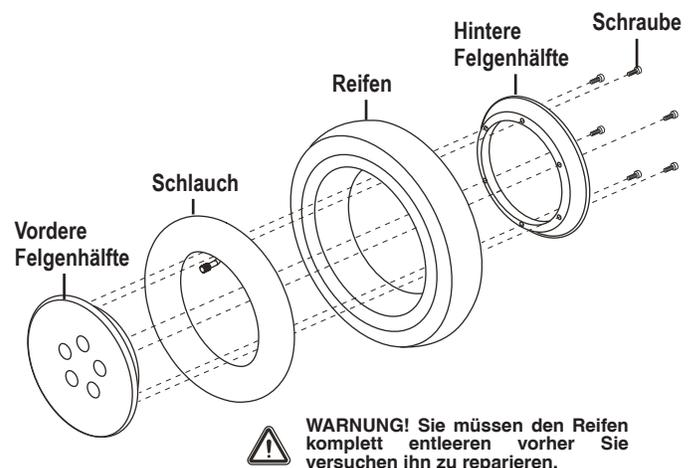

Bild 10. Quantum 4Front Serie Antriebsrad auseinandergebaut
6. Entfernen Sie die Schrauben und trennen Sie die Vorder- und Hinterfelge. **Siehe Bild 10.**
10. Setzen Sie die fünf (5) Radmuttern wieder ein, und ziehen Sie diese an.